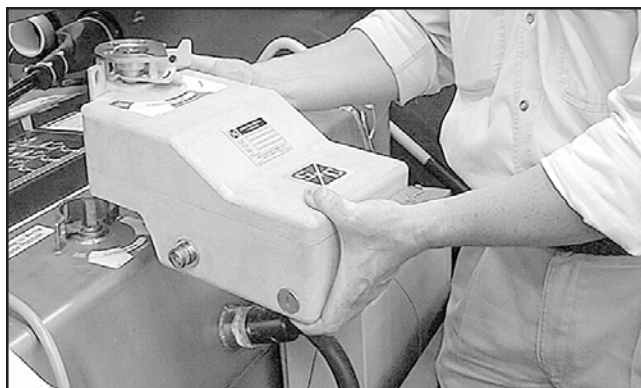

Figura 36. Colocación del moto-operador sobre el eje de operación del equipo.
- PASO 1.** Coloque cada moto-operador sobre el eje de operación en el equipo. Ver Figura 36.